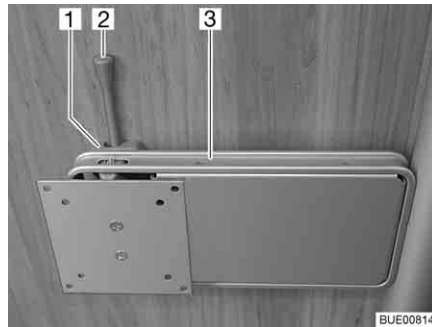

Fig. 72 Support sur colonne
- Pousser le levier de déverrouillage (Fig. 72,2) sur le côté et pivoter le support (Fig. 72,3) et l'écran plat pour les amener en position souhaitée.
- Pivoter l'écran plat en sens inverse, jusqu'à ce que le support (Fig. 72,3) s'enclenche dans le verrouillage (Fig. 72,1).